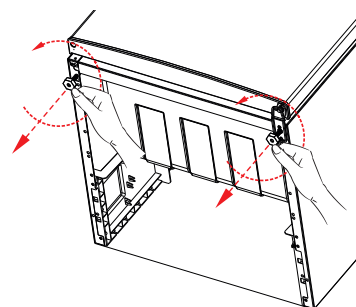

Fig. 1
- ▶ Desatornille las patas del aparato girándolas en sentido contrario al de las agujas del reloj (fig. 1).